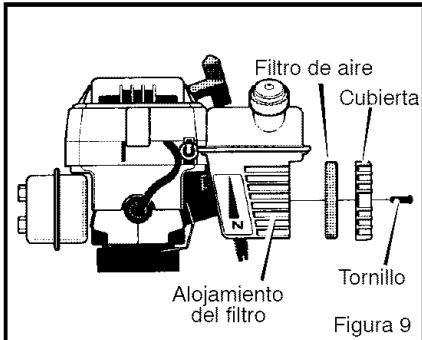

Figura 9
2. Quite los **tornillos** que sujetan la **cubierta del filtro de aire** (vea la Figura 9). Desmonte la **cubierta del filtro** y el **filtro de aire**.